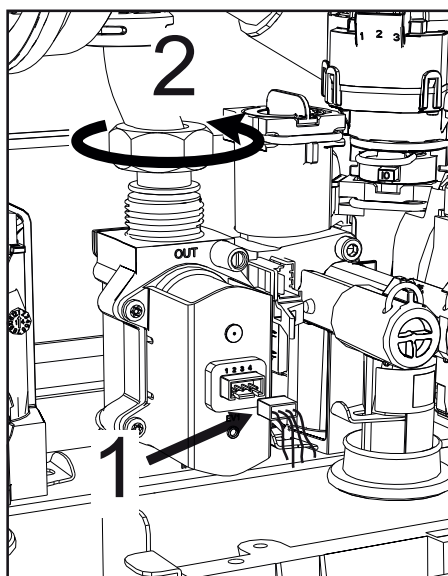

fig. 53 -
- Desconectar los conectores eléctricos "1" ("fig. 53 -").
- Desconectar el tubo de alimentación de gas "2" ("fig. 53 -")